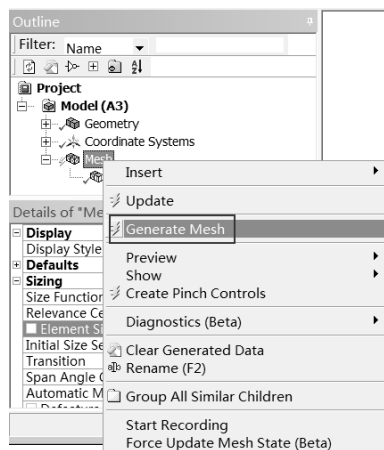
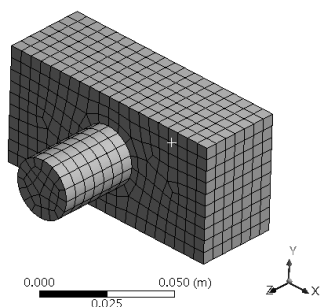

图 3-89 划分网格 2
图 3-90 网格模型
Step19：如图 3-89 所示，右击 Mesh 选项，在弹出的快捷菜单中选择 Generate Mesh 命令进行网格划分。如图 3-90 所示为划分完网格的几何模型。